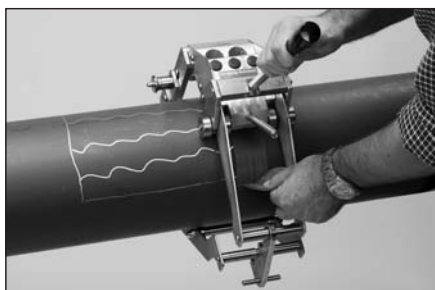

Рис. 8
**После каждого хода чистки удаляйте стружку (рис. 8)**